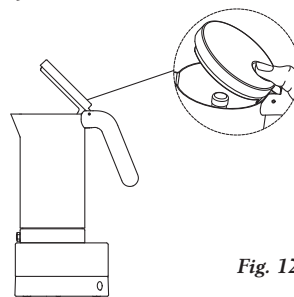

Fig. 12
- Løft opp lokket gjennom åpningen på den øverste delen (fig. 12)